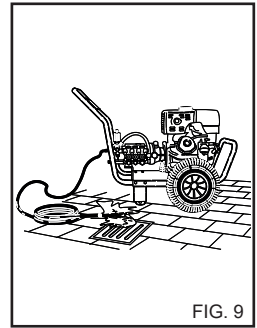

FIG. 9
свободно течь в течение нескольких секунд. Инородные тела могут засорить сопло и привести к неполадкам (рис. 9).
1) Для сохранения окружающей среды мы рекомендуем использовать моющие средства в разумных пределах (рис. 9), согласно инструкциям на упаковке.